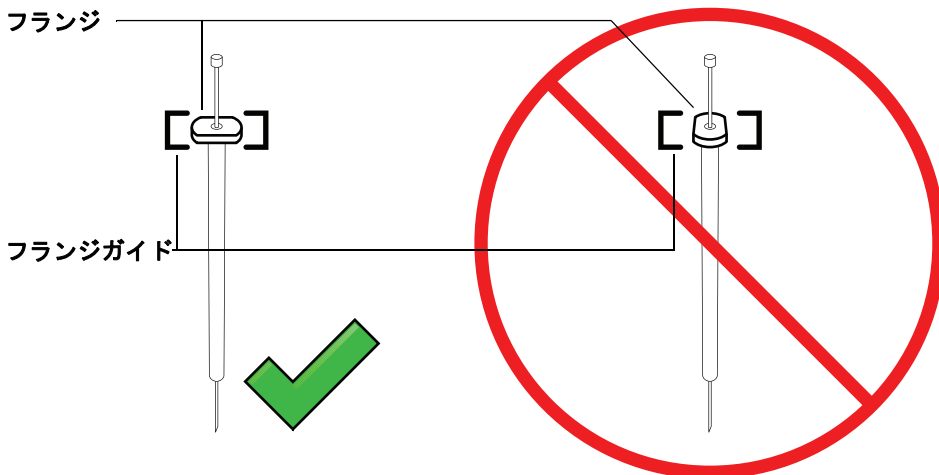

図 117 シリンジフランジの向き
- 7 シリンジフランジをフランジガイドに整列させ、シリンジを押してはめ込みます。ニードルの先端がニードルサポートフットのガイドホールに通ったままにしておきます。必ず、シリンジフランジの平らな端が外側に向くようにします (図 117)。